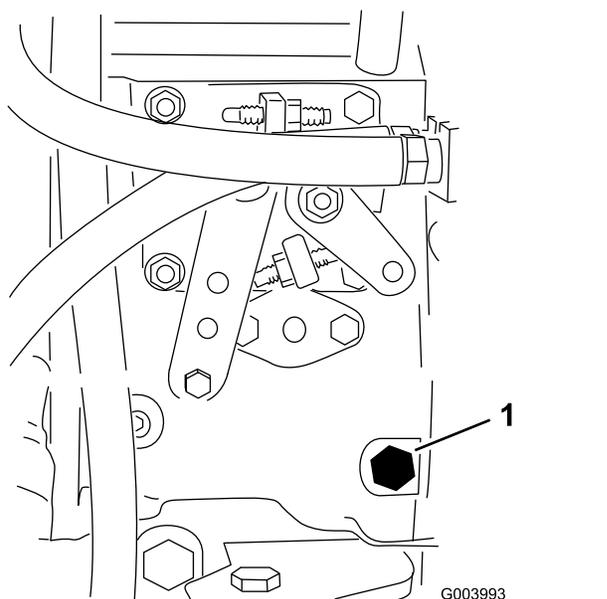

Рисунок 31
3. С помощью динамометрического ключа 12 мм выверните винт для продувки из топливного насоса (Рисунок 31).